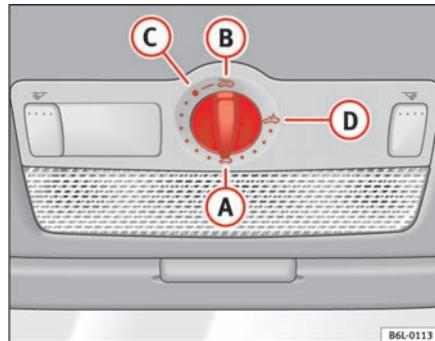

Fig. 52 Detalle del revestimiento interior del techo: mando giratorio del techo corredizo / deflector
- Gire el mando a la posición **(A)** ⇒ fig. 52 ⇒ !.